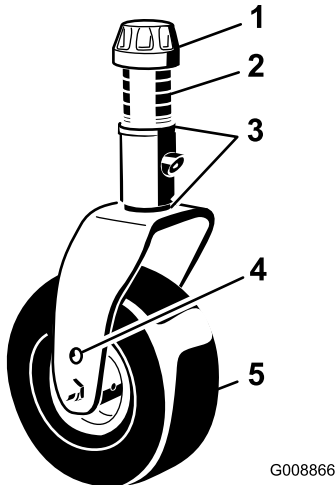

Figure 22
5. Enlevez le chapeau de tension de l'axe de pivot et sortez l'axe du bras de la roue pivotante (Figure 22).